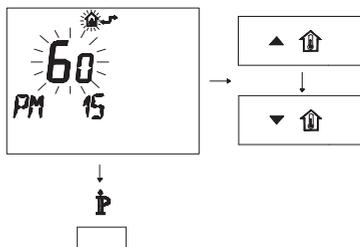

Figura 5.22
- Modifique el punto de consigna programado mediante los botones **▲** o **▼** hasta que aparezca un **punto de consigna de 60**; espere hasta que el número programado comience a parpadear (Figura 5.22).